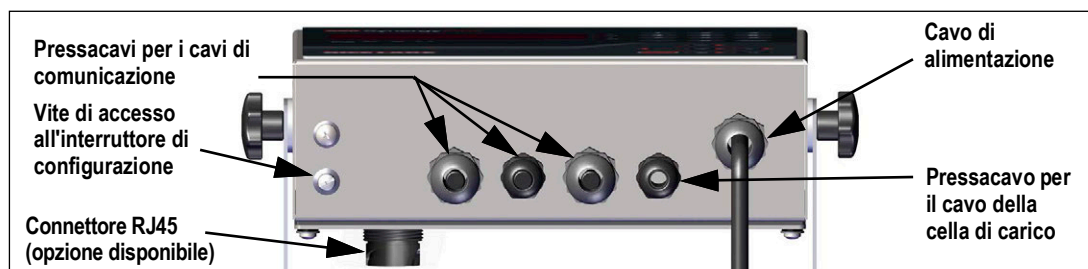

Figura 2-5. Posizioni raccomandate per i pressacavi
Il 680 è dotato di cinque pressacavi nella parte inferiore dell'involucro per il cablaggio dell'indicatore. Uno dei pressacavi è usato per l'alimentazione, gli altri quattro per il cavo della cella di carico, gli ingressi e le uscite seriali, digitali, Ethernet, micro USB o i cavi di comunicazione delle uscite analogiche opzionali. È disponibile una versione del 680 con connettore RJ45 esterno e tappo. Il kit dei componenti include connettori per cavi che devono essere installati nei pressacavi aperti per evitare la penetrazione di umidità nell'involucro. Utilizzare il tappo in dotazione per chiudere il connettore RJ45 opzionale se non utilizzato. Vedere le sezioni seguenti per installare i cavi necessari per l'applicazione. La lunghezza di pelatura del cavo consigliata è di 7 mm (0.25") per tutti i connettori dell'indicatore 680. Vedere la Figura 2-5 per le posizioni raccomandate per i pressacavi del 680.
1. Inserire un cavo di alimentazione a 3 fili (non incluso) nell'involucro attraverso il pressacavo del cavo di alimentazione (Figura 2-5 a pagina 11).